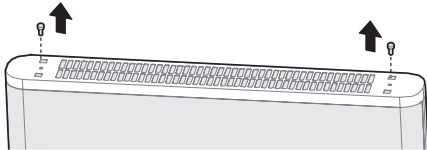

Abbildung 1
1. Drehen Sie das Gehäuse gemäß Abbildung 1 mit der Unterseite nach oben und schrauben Sie die Schrauben an Bord heraus.